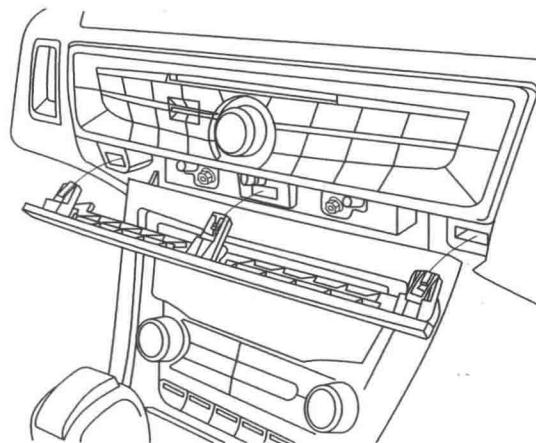

图 2-11 拆下中控台上饰条
- 2) 松开 3 个将中控台上饰条固定到仪表板上的夹子，拆下中控台上饰条，如图2-11 所示。